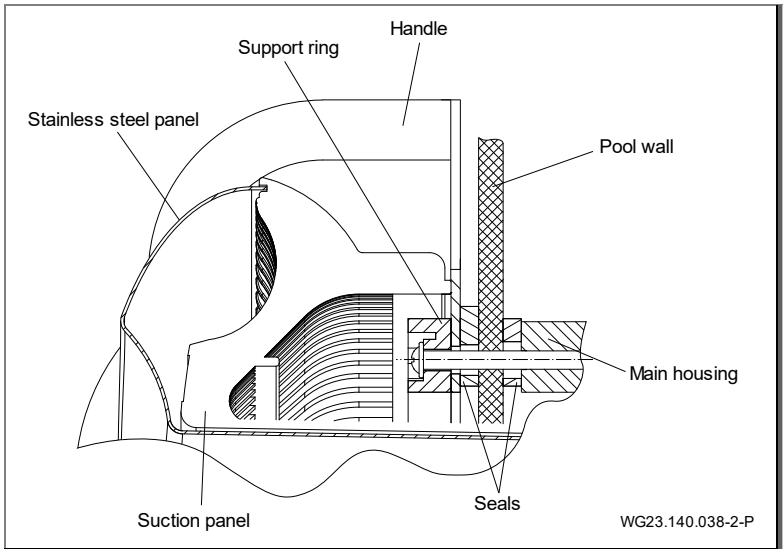
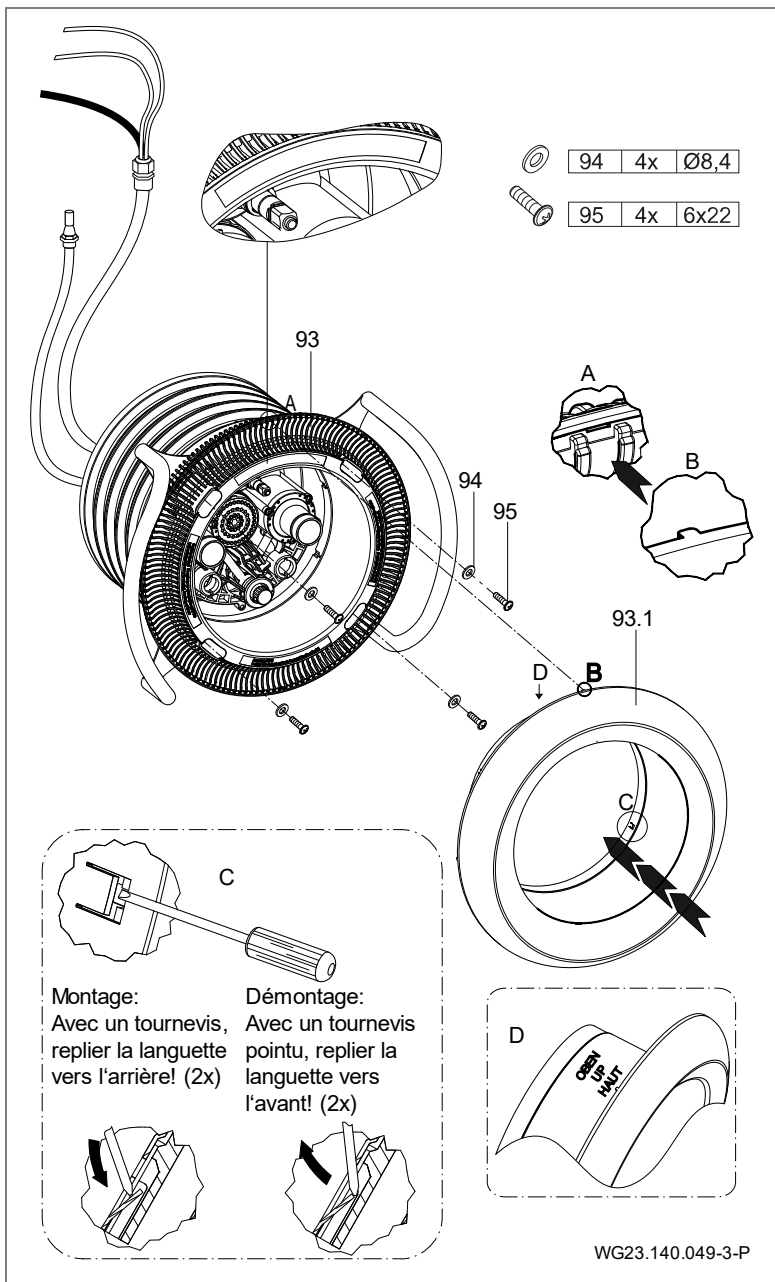
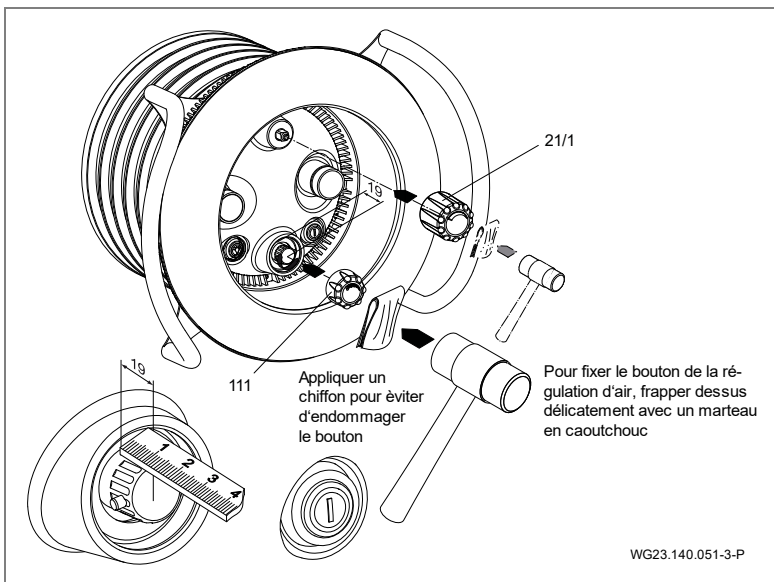

Fig. 11
Fig. 18
Fig. 20
Primavera Deluxe : Enfoncer avec précaution les boutons-poussoirs piézo avec deux joints toriques montés dans le boîtier de boutons-poussoirs sur le boîtier de buses. Le cas échéant, utiliser de la vaseline. (Fig. 18)
9. Placer le carter d'aspiration (93) sur le collier de serrage (28) et le fixer avec quatre rondelles (94) et quatre vis auto taraudeuses (95) (Fig. 11). (Fig. 18)
11. Centrer le couvercle de l'éclairage (110) sur le corps de buses (102.1) et le fixer avec quatre vis auto taraudeuses (112). (Fig. 20)
1. Retirer le capuchon de régulation du débit (21/1) et de l'air (111). Sur le modèle BADU JET Primavera Deluxe, il faut desserrer la vis sans tête avant d'enlever le capuchon. Voir "Fig. 20"
2. Desserrer les vis taraudeuses (112) et retirer le capot de lumière (110).
3. Plier les deux brides latérales du cache en acier inoxydable et le retirer. Voir "Fig. 18"
4. Desserrer les vis taraudeuses (95) et retirer le cache d'aspiration (93) ainsi que la poignée de maintien (70).
5. Desserrer les vis taraudeuses (61) si nécessaire. Retirer le boîtier des buses (102.1). Prendre garde ce faisant à la conduite d'air intérieure (4) fixée sur le boîtier de montage (1).
6. Desserrer les vis (52). Retirer la poignée (70), la bague de serrage (28) et le joint de la bague de serrage (27).